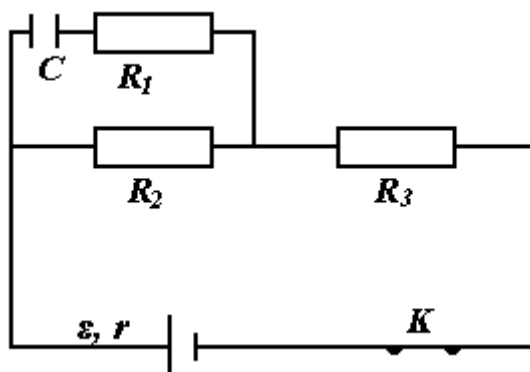

Рис.5
15. Определите заряд конденсатора в цепи в установившемся режиме. Все характеристики элементов цепи известны. Какое количество тепла выделится на резисторах R_1 и R_2 после размыкания ключа K (рис.5)?